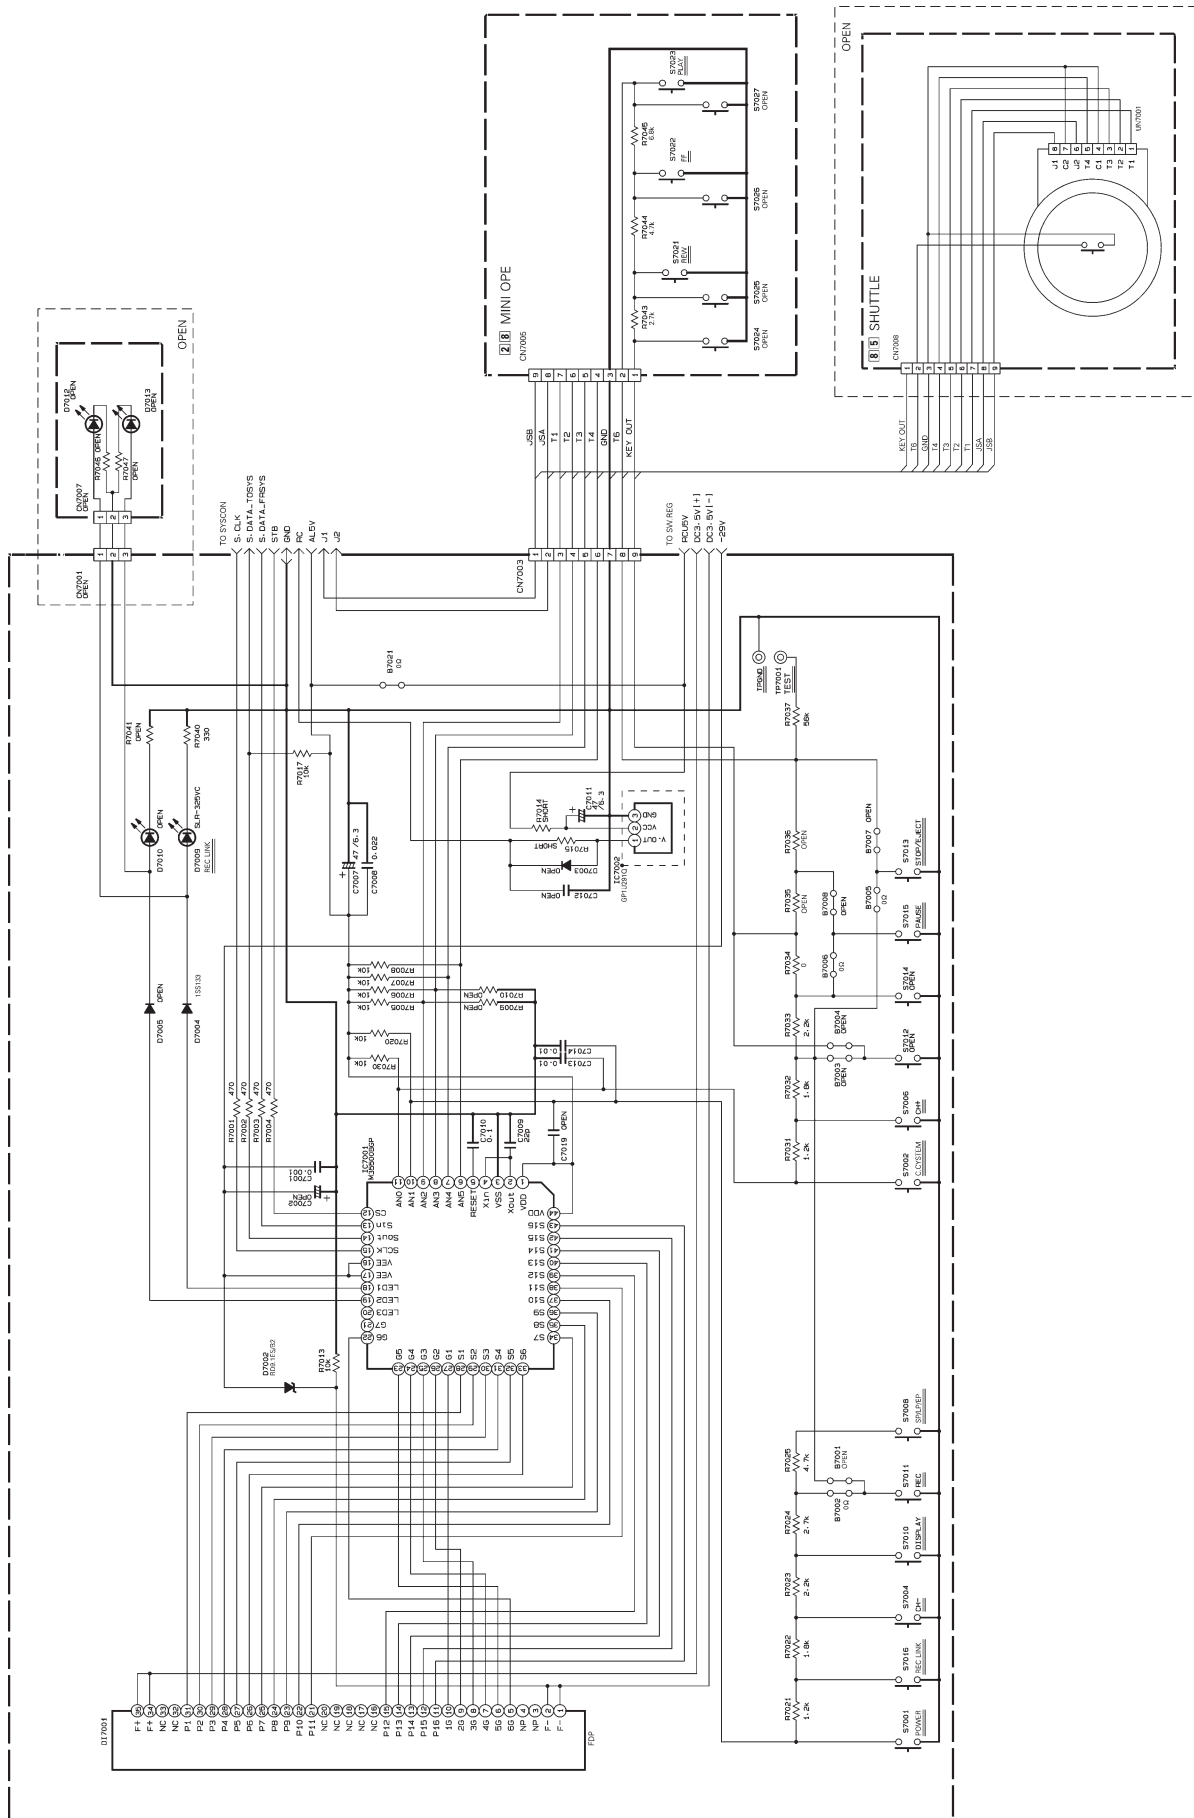

Рис. 2. Контроллер дисплея
- контроллер дисплея IC7001 типа M35500BGP или M35500AGP (рис. 2) (дисплей DI7001 типа QLF0032-001 для моделей J271 и J471);